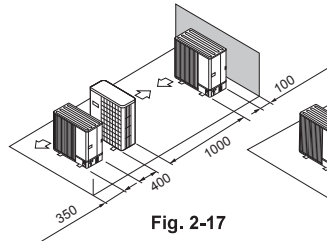

Fig. 2-17
⑤ Aranjare: o singură unitate pe rând, mai multe unități paralele (Fig. 2-17)